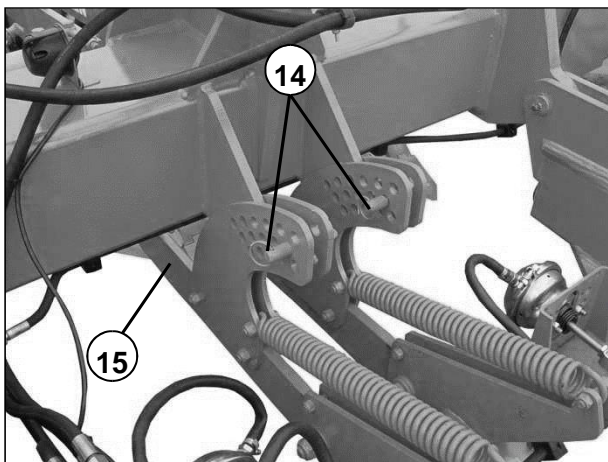

Рис. 5.24
– Снимите пальцы верхней тяги (7).
– Отвести верхние тяги (2) вперед.
– Демонтируйте винты (11) и (12).
– Снимите все предохранительные накладки (8) с соединительных цапф (10).
– В комбинации с устройством ведения по глубине - расфиксируйте забивные штифты (14) тяг (15) – см. рис. 5.24.
– Опустите тяги (15) вниз настолько, чтобы они больше не соединялись с рабочей секцией.
– В этом положении зафиксируйте тяги (15) забивными штифтами (14) и застопорите их.